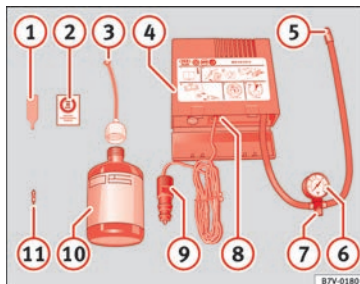

Bild 86 Standardtyp: Innehåll i däckreparationssatsen
Däckreparationssatsen förvaras under lastgolvet i bagageutrymmet. Satsen består av följande delar » **bild 86:**
Skruva fast påfyllningsslangen » **bild 86** ⑤ igen och kontrollera däcktrycket på mätaren ⑥.